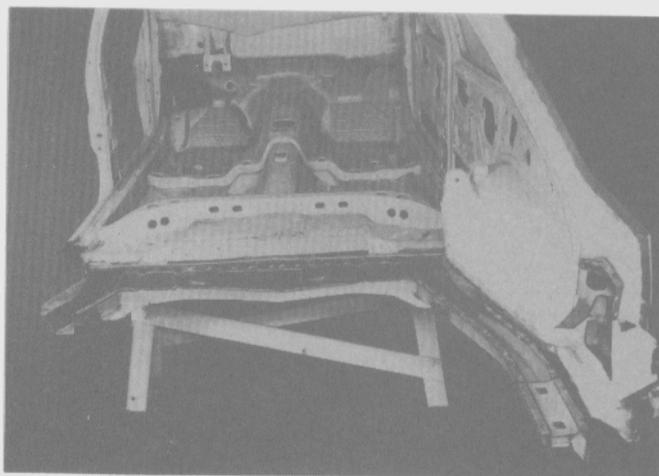

Fig. 297
- Pulir y alinear las pestañas soldadas por puntos. (Fig. 297).